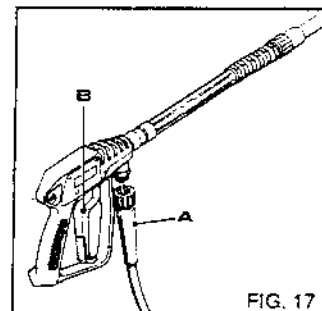

FIG. 17
- 4) Die Lanze Hochdruckschlauch anschrauben (Abb. 17 A). Den Hochdruckreiniger wieder starten.
- 5) Den Hebel des Griffes betätigen und warten bis das Wasser ausströmt. Dann mit dem Reinigen beginnen (Abb. 17 B).